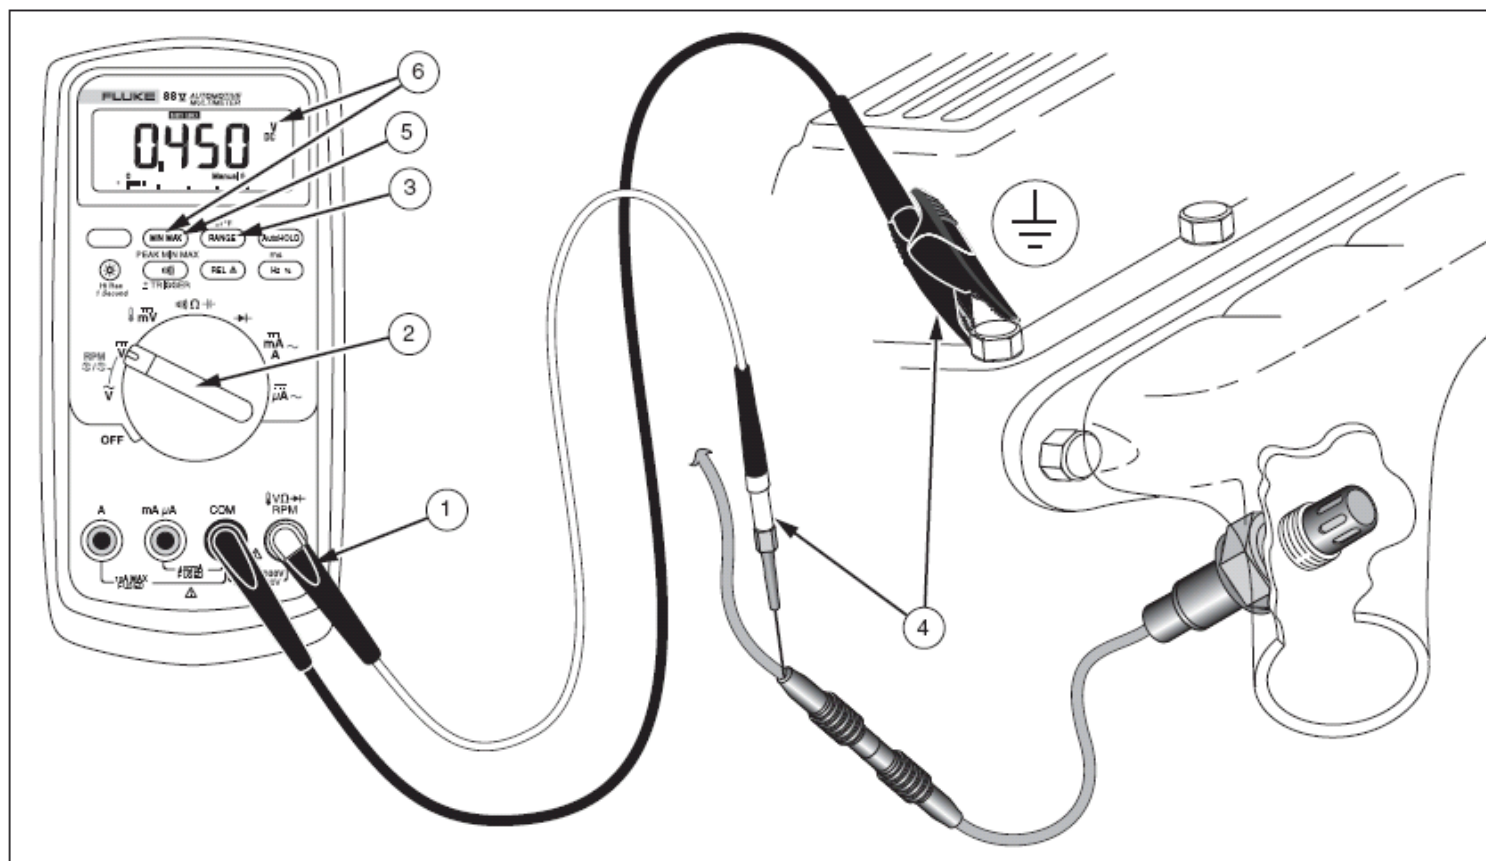

图 14.测量氧传感器的电压
1. 发动机熄火，如图 14 所示，把测试导线插入输入端子上。